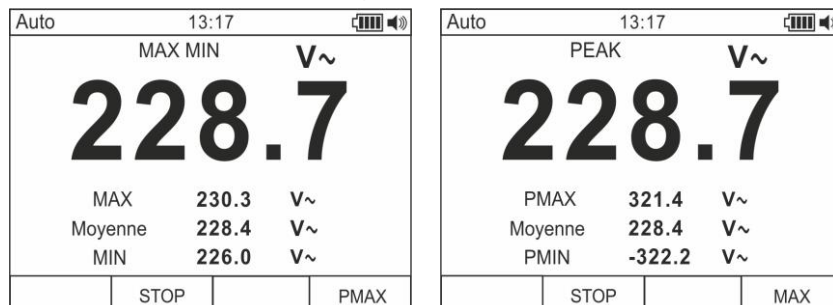

Fig. 7: Sauvegarde des valeurs PEAK
5. Appuyer sur la touche **F4** pour entrer dans la mesure des valeurs de Crête de la valeur examinée (voir Fig. 7 – partie droite). Le message « PEAK » apparaît à l'écran et les valeurs sont mises à jour suivant les mêmes modalités que la fonction MAX/MIN